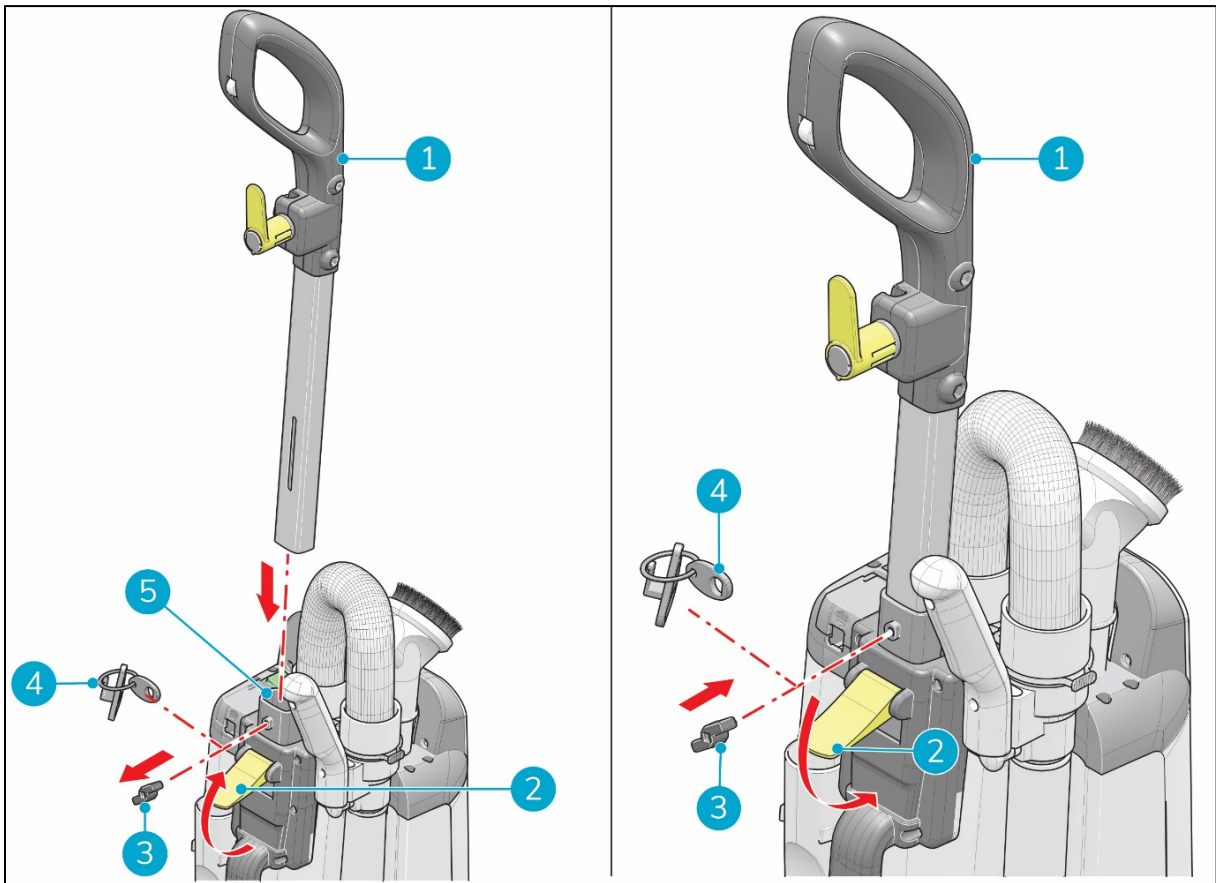

Figura 7
1. Remova o parafuso de cabeça (Figura 7, posição 3).
2. Mantenha o suporte destinado a aliviar a tensão do cabo (Figura 7, posição 4) à mão.
3. Abra o fecho (Figura 7, posição 2).
4. Coloque a pega (Figura 7, posição 1) na entrada respectiva (Figura 7, posição 5).
5. Insira o parafuso de cabeça (Figura 7, posição 3) no suporte destinado a aliviar a tensão do cabo (Figura 7, posição 4).
6. Aperte o parafuso de cabeça (Figura 7, posição 3).
7. Aperte o fecho (Figura 7, posição 2).